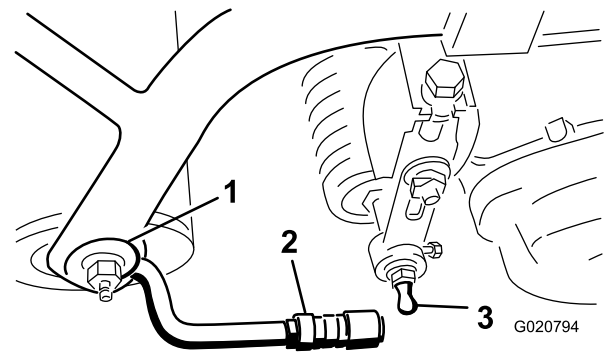

Figure 8
3. Repoussez le manchon sur chaque douille de rotule et accrochez la douille à la tige rotule du plateau de coupe. Relâchez le manchon pour qu'il vienne recouvrir la tige et solidarise les ensembles (Figure 8).